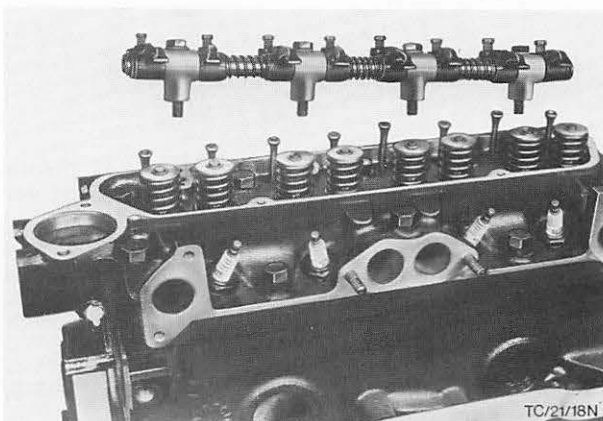

Abb. 35 Kipphebelachse abbauen
10. Kipphebelachse (4 Schrauben) abbauen, Abb. 35, und Stößelstangen entfernen.